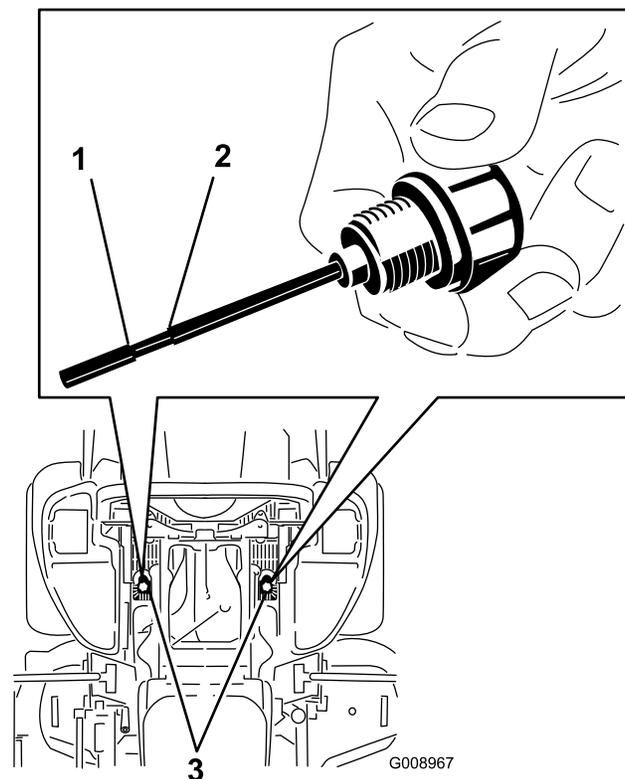

Figura 83
6. Limpie la zona alrededor de las varillas de los depósitos de los sistemas hidráulicos (Figura 83).
7. Retire una varilla del depósito de aceite hidráulico (Figura 83).
9. Retire la varilla e inspeccione el extremo metálico (Figura 83). EL nivel debe estar dentro de la sección moleteada. Si el nivel de aceite es bajo, vierta lentamente en el depósito hidráulico sólo la cantidad de aceite suficiente para que el nivel llegue a la sección moleteada.